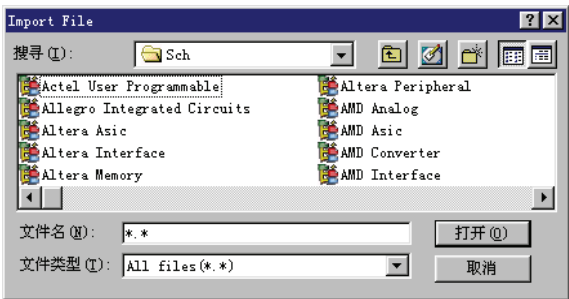

图 1-10 “Import File”对话框
9) Import: 将其他文件导入到当前设计库, 成为当前设计数据库中的一个文件, 选择此命令, 将会显示“Import File”对话框, 如图 1-10 所示。选择所需要的文件, 将此文件包含到当前设计库中。